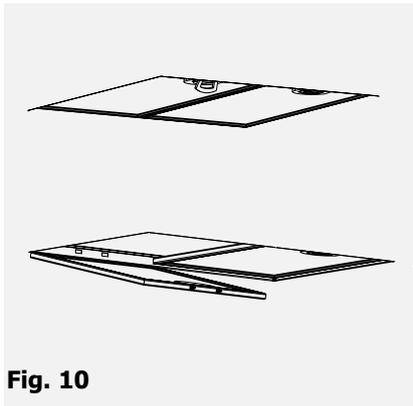

Fig. 10
1. Retirez les filtres métalliques (fig. 10).
Démontage du filtre cassette (fig. 10)